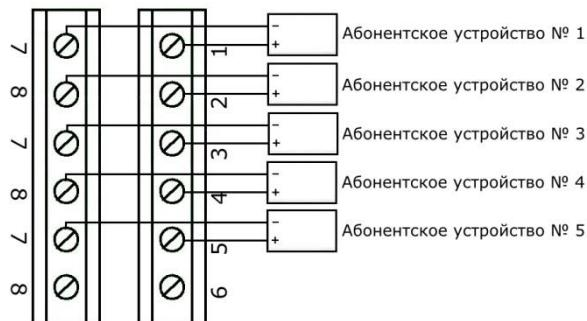

Рисунок 4. Подключение абонентских линий к монтажной коробке GC-0009U2
3. Проложить 2-х проводный кабель от абонентских устройств и подключить к левой клеммной колодке монтажной коробки GC-0009U2, при этом к клеммам **1÷5** подключить один провод («+») абонентской линии 1÷5 абонента соответственно, а к любой из клемм **7** или **8** (для удобства подключения имеется 3x2 одноименных клемм) второй «общий» провод («-») абонентской линии. Полярность подключения абонентского устройства не имеет значения. Перемычка **JР** у разъема X1 на монтажной коробке GC-0009U2, соединяющая клеммы **7** и **8**, должна быть установлена. Подключение абонентских линий к монтажной коробке GC-0009U2 приведено на рис.4.